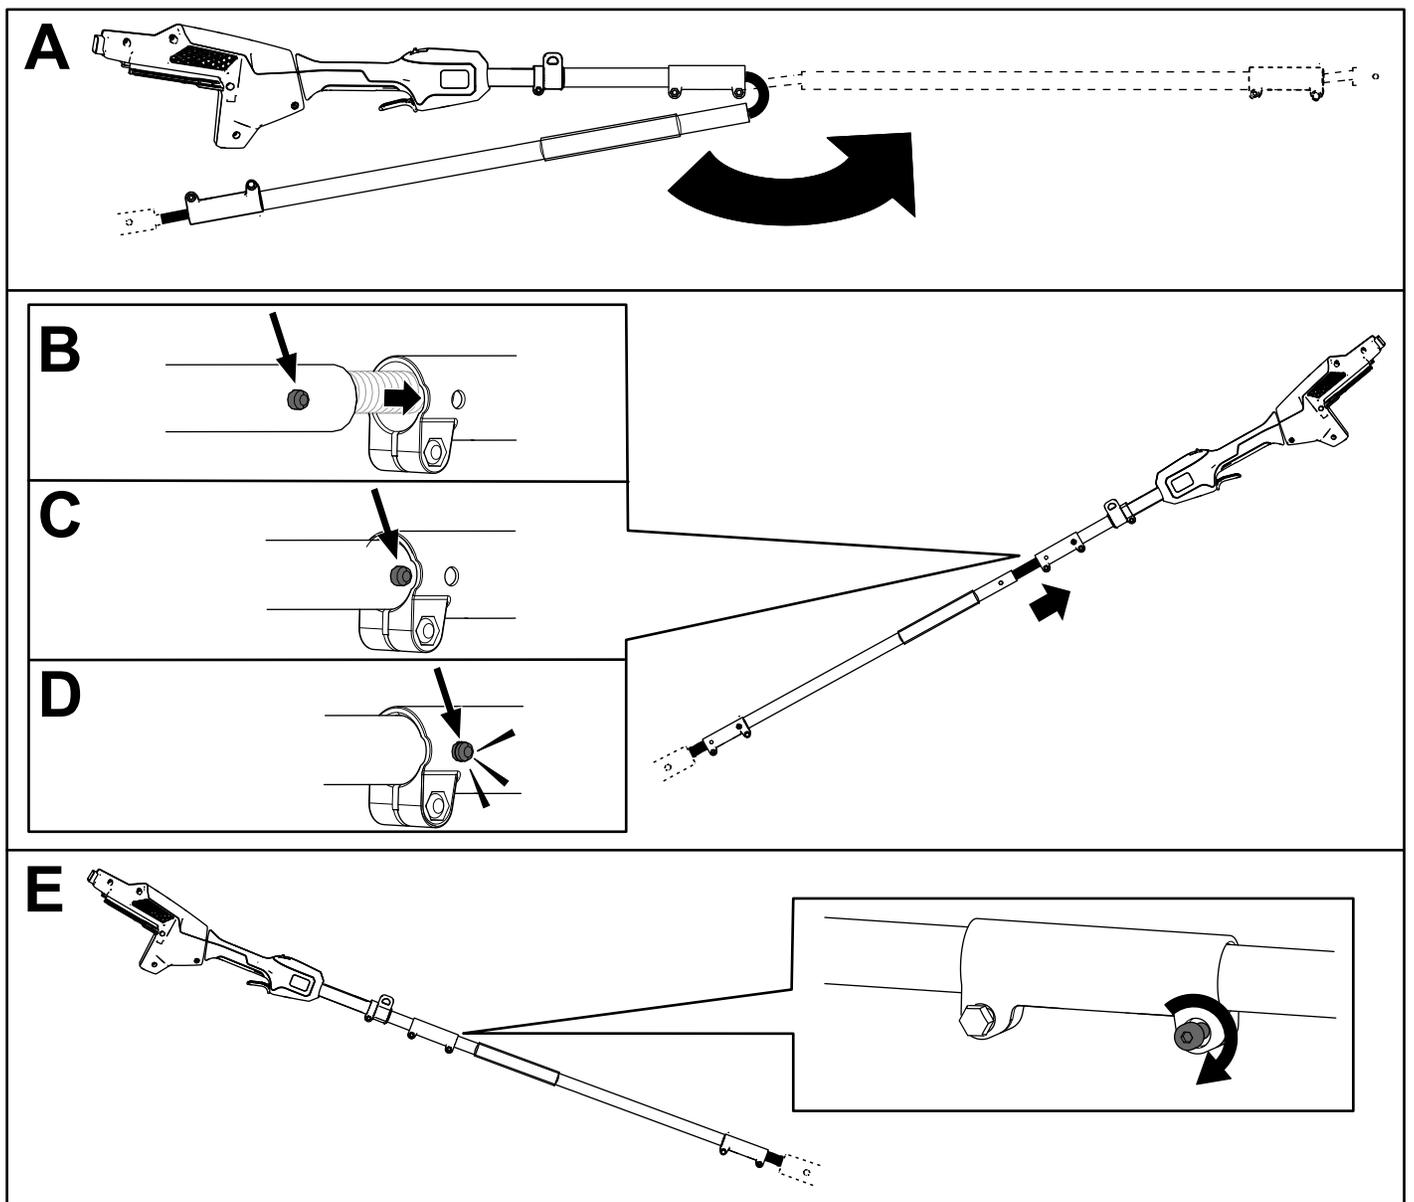

図 5
2. ミドルポールセクションのロックボタンをハンドルポールセクションの端にあるスロット穴に合わせ、2つのシャフトを一緒にスライドさせます 図 5。
3. 付属のレンチを使って、ポールのこれら2つのセクションを固定します 図 5のE。
4. この手順を繰り返して、ソーポールセクションをミドルのポールセクションに接続します 図 5。